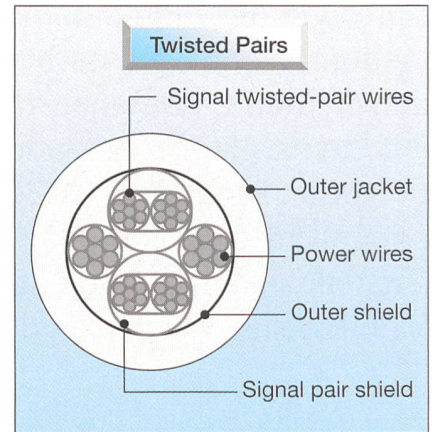

Bild 3 IEEE-1394-Kabel-Querschnitt
Das relativ dünne, sechsadrige Verbindungskabel der IEEE-1394-Schnittstelle (Bild 3) verlangt keinerlei Terminatoren, wie sie zum Beispiel bei der Ethernet- oder SCSI-Schnittstelle notwendig sind. Auch eine Vergabe von Gerätenummern (ID) oder sonstige Konfigurationen sind unnötig. Der Benützer kann die Geräte jederzeit und bei laufendem Betrieb ein- und ausstecken. Auch lassen sich beliebige Geräte mit IEEE-1394-Anschlüssen von unterschiedlicher Geschwindigkeit (100, 200, 400 und 800 MBit/s) miteinander kombinieren. Die Topologie unterstützt die Daisy-Chain- und die Peer-to-Peer-Kommunikation. Ausserdem kann das Kabel die Geräte mit Strom versorgen (siehe Bild 3: Power Wires).